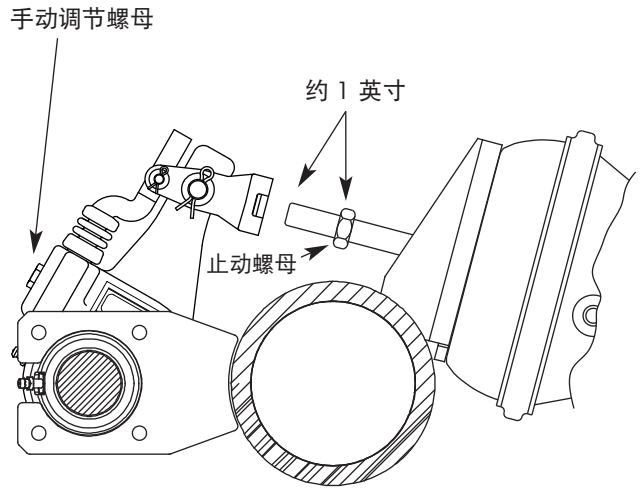

图 7. 安装松紧调整器
- 将制动器调节器推杆止动螺母拧到离推杆末端约 1 英寸的地方（图 7）。